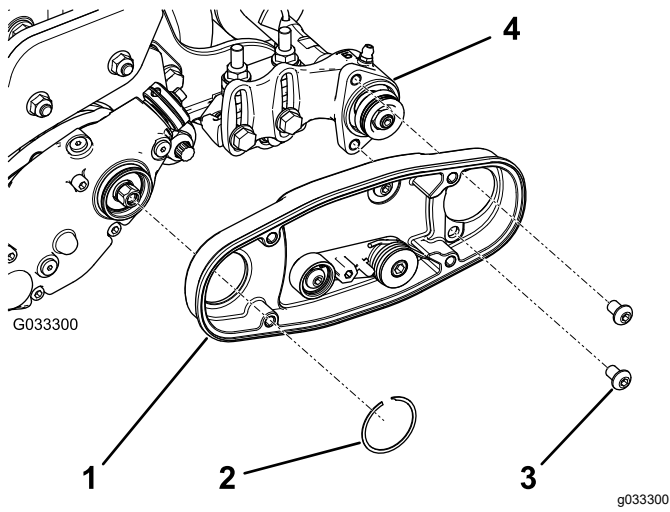

图 8
2. 安装左侧或右侧滚筒刷架 图 8。
**注意** 确保怠轮皮带轮组件按 图 8 中所示安装在底部。
- 为 2 个螺栓 5/16 x 1/2 英寸涂抹 242 乐泰胶蓝色并用这两个螺栓将滚筒刷架安装到滚筒刷轴承座上图 8。
- 用卡环将滚筒刷架固定至疏草刀驱动器外壳上图 8。